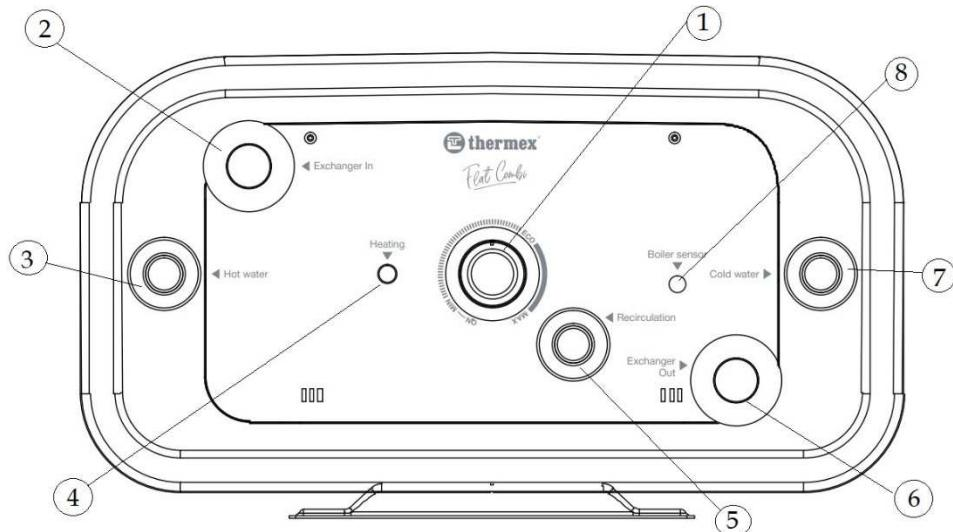

Рисунок 1. Схема подключений КЭВН
- снять силиконовую заглушку, расположенную на нижней крышке водонагревателя рядом с подписью «Boiler sensor» (Рис.1 пункт 8.);
7.1. В процессе эксплуатации КЭВН потребитель может регулировать температуру нагрева воды в КЭВН с помощью ручки регулятора температуры, расположенной на панели управления (Рис.1, п.1) КЭВН. Для установки нужной температуры необходимо, повернуть регулятор согласно температурной шкале, установить нужную температуру.